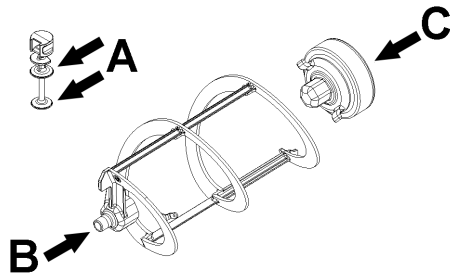
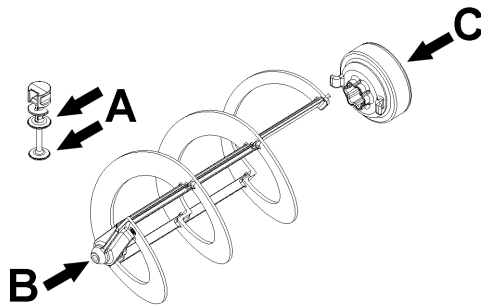

figure 19
figure 20
- 2 Lubrifier le piston du robinet, le joint hexagonal et le mélangeur aux points indiqués dans la (voir figure 19) (NG6) o (voir figure 20) (NG10). Utiliser uniquement la graisse fournie avec la machine ou une autre graisse prévue pour un usage
- 3** Remettre le robinet en place sur le bac en effectuant les opérations de la (voir figure 19) (voir figure 20) en sens inverse.